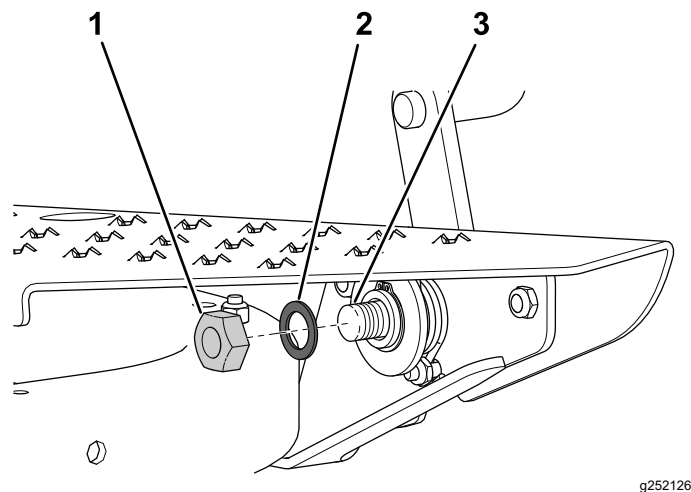

Figura 9
8. Sujete el pedal de bloqueo al reposapiés y al conjunto del cubo con una arandela plana ($\frac{5}{8}$ " x 1") y una contratuerca ($\frac{5}{8}$ "); consulte la Figura 9.